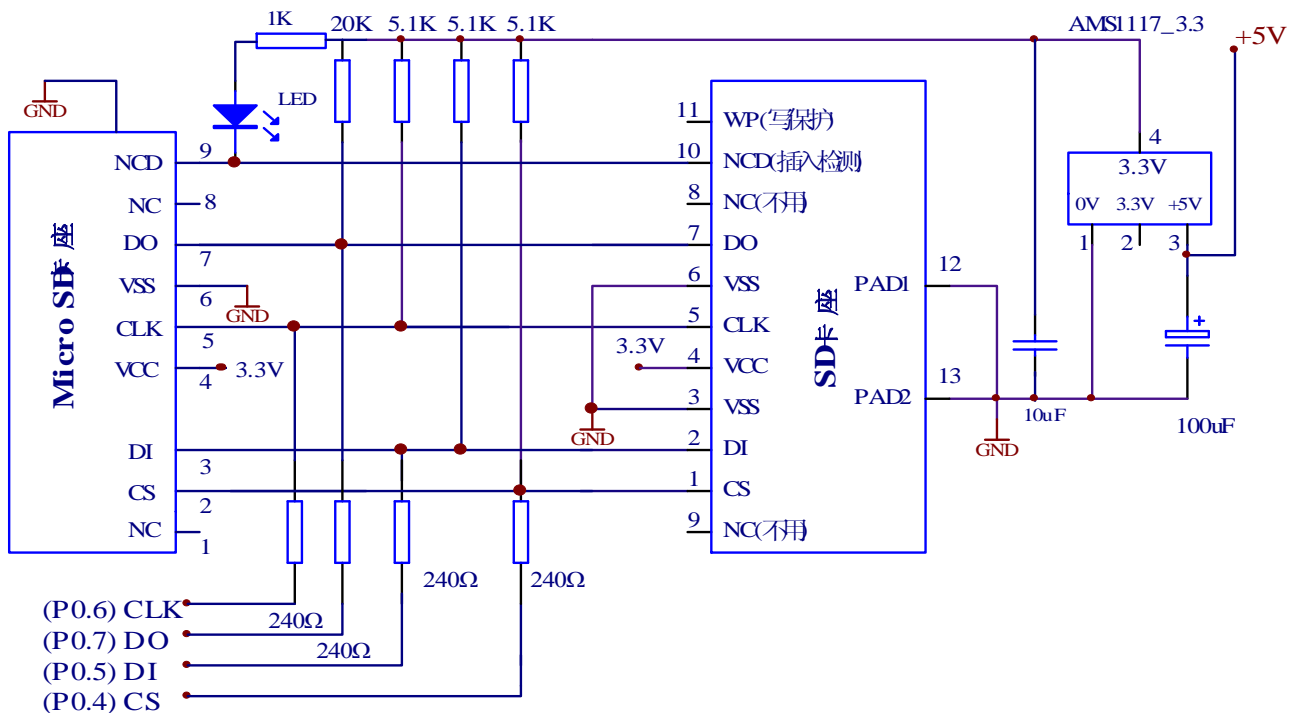

图 1-19 1 号单片机驱动的 SD 卡电路
16、由 1 号单片机驱动的 SD 卡电路原理如图 1-19 所示，它与 MP3 部分的电路共同构成一个独立的电路板，使用插针方式直接插接到主实验板上的 LCD1602 液晶插座位置即可，由于单片机使用的是 5V 电压供电，IO 口输出电压也接近 5V，单片机驱动 3.3V 的 SD 卡，在程序中应将对应的单片机 IO 口设置为开漏输出方式。